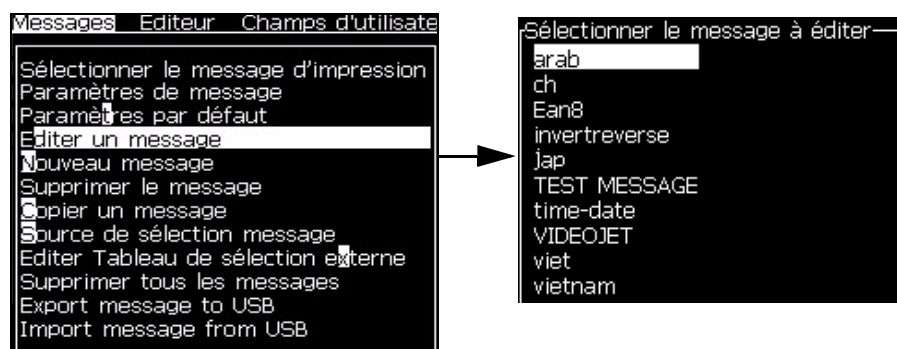

Figure 5-37: Option Editer un message
- 2 Sélectionnez *Editer message*. La boîte de dialogue *Sélectionner le message à éditer* apparaît. Reportez-vous à Figure 5-37.